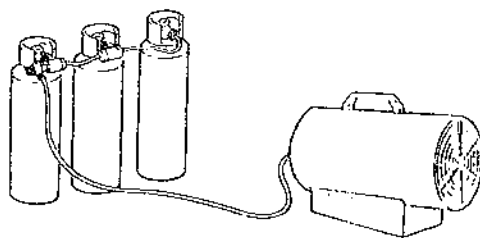

Fig. 1
- Si le générateur fonctionne longtemps au maximum de sa puissance il peut arriver que, à cause de l'évaporation excessive, de la glace se forme sur la bouteille. Il ne faut absolument pas, pour cette raison ou d'autres, orienter le débit d'air chaud vers la bouteille. Afin d'éviter ou au moins réduire le phénomène de formation de glace, utiliser une bouteille plus grande ou plusieurs bouteilles connectées ensemble (voir Fig. 1).